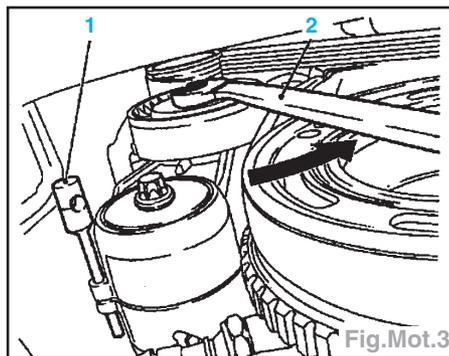

Fig.Mot.3
- la courroie d'accessoires, tendre le dispositif (sens de la flèche) avec l'outil KM-913-A (2) et placer l'outil KM-6130 (1) (Fig.Mot.3).
- Déposer le dispositif de serrage de la courroie d'accessoires, tendre le dispositif, déposer l'outil (1) et desserrer le dispositif en desserrant la vis (3) (Fig.Mot.3).